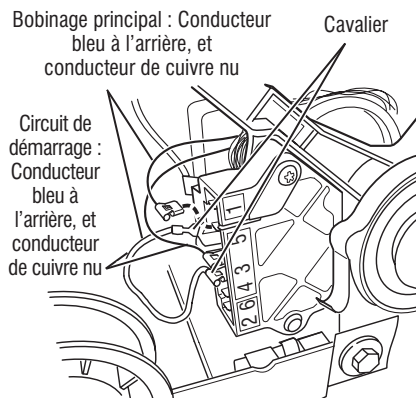

Figure 9 - Points de mesure pour le bobinage du moteur (bobinage principal et bobinage de démarrage)
9. Débrancher le connecteur du conducteur de cuivre nu de la broche 5 du commutateur noir du moteur d'entraînement. Voir figure 9.
10. En utilisant la figure 9 et le schéma des circuits de la page 54, vérifier les valeurs de résistance des bobinages du moteur (bobinage principal et bobinage de démarrage) comme montré dans le tableau suivant.